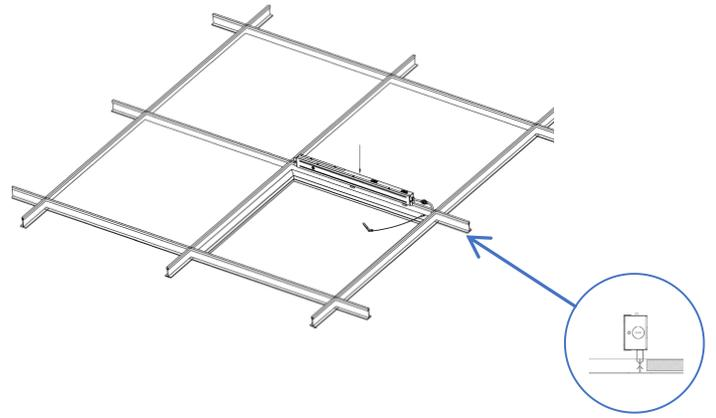

Figure 6
6. Clip the LED driver to the frame of grid. (see Fig. 6)
6. Fixer le pilote DEL au cadre de la grille. (voir Fig. 6)